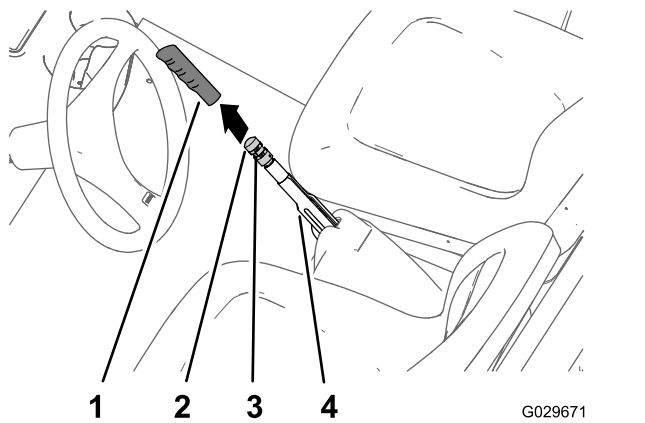

Bild 67
1. Nehmen Sie den Griff vom Feststellbremshebel ab (Bild 67).
2. Lösen Sie die Stellschraube, mit der das Feststellbremshandrad am Feststellbremshebel befestigt ist (Bild 67).
3. Drehen Sie das Einstellhandrad für die Bremse, bis eine Kraft von 133 bis 156 N erforderlich ist, um den Feststellbremshebel zu betätigen (Bild 67).
4. Ziehen Sie die Stellschraube fest und befestigen den Handgriff (Bild 67).
2. Lösen Sie die Stellschraube (Bild 67), mit der das Bremseinstellhandrad am Feststellbremshebel befestigt ist, lösen Sie die Feststellbremse und das Bremseinstellhandrad.
5. Drehen Sie das Einstellhandrad für die Bremse (Bild 67), bis eine Kraft von 133 bis 156 N erforderlich ist, um den Feststellbremshebel zu aktivieren.
- C. Drehen Sie das Einstellhandrad für die Bremse (Bild 67), bis eine Kraft von 133 bis 156 N erforderlich ist, um den Feststellbremshebel zu aktivieren.
- Ziehen Sie die Stellschraube fest und befestigen den Handgriff (Bild 67).